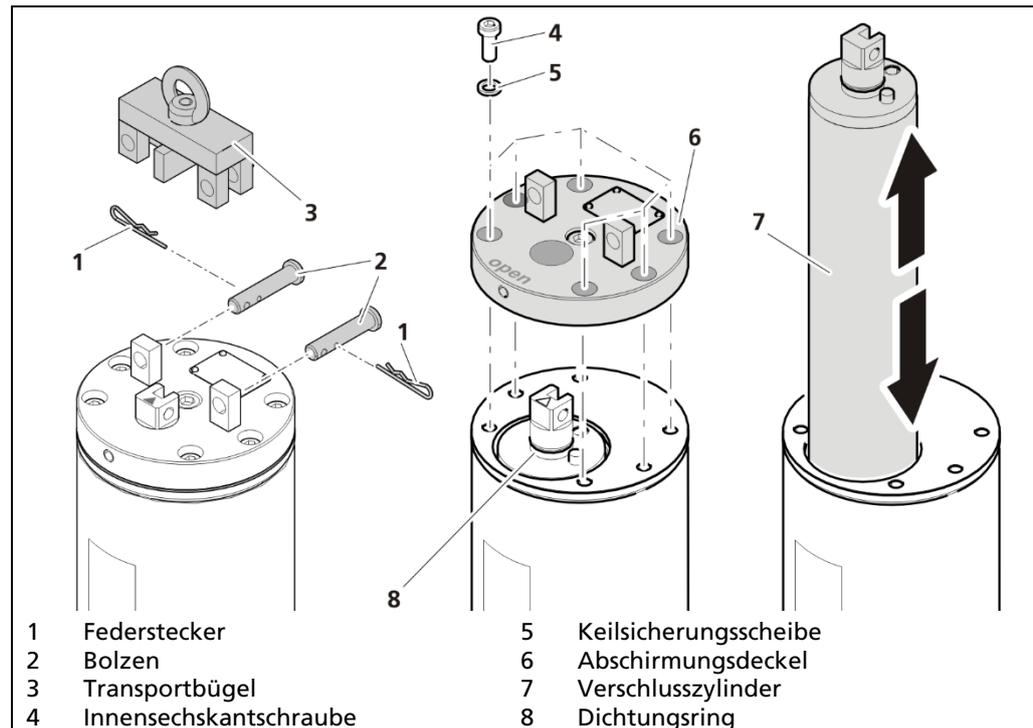

Abb. 14 Demontage und Montage des Schließzylinders einer Arbeitsabschirmung
1. Entfernen Sie die Federstecker (Abb. 14, Pos.1) und die Bolzen (Abb. 14, Pos.2).
2. Entfernen Sie den Transportbügel (Abb. 14, Pos.3).
3. Öffnen Sie die Innensechskantschrauben (Abb. 14, Pos.4) und entfernen Sie den Abschirmungsdeckel (Abb. 14, Pos.6).
4. Ziehen Sie den Verschlusszylinder (Abb. 14, Pos.7) nach oben aus dem Aufnahmebohrer heraus.
5. Reinigen Sie den Verschlusszylinder (Abb. 14, Pos. 7) und das Aufnahmebohrer gründlich.
7. Prüfen Sie den Dichtungsring (Abb. 14, Pos. 8) auf Beschädigungen und Verschleiß und befolgen Sie die Anweisungen in Kapitel 6.4.
8. Montieren Sie den Abschirmungsdeckel (Abb. 14, Pos. 6) und den Transportbügel (Abb. 14, Pos. 3) wieder.